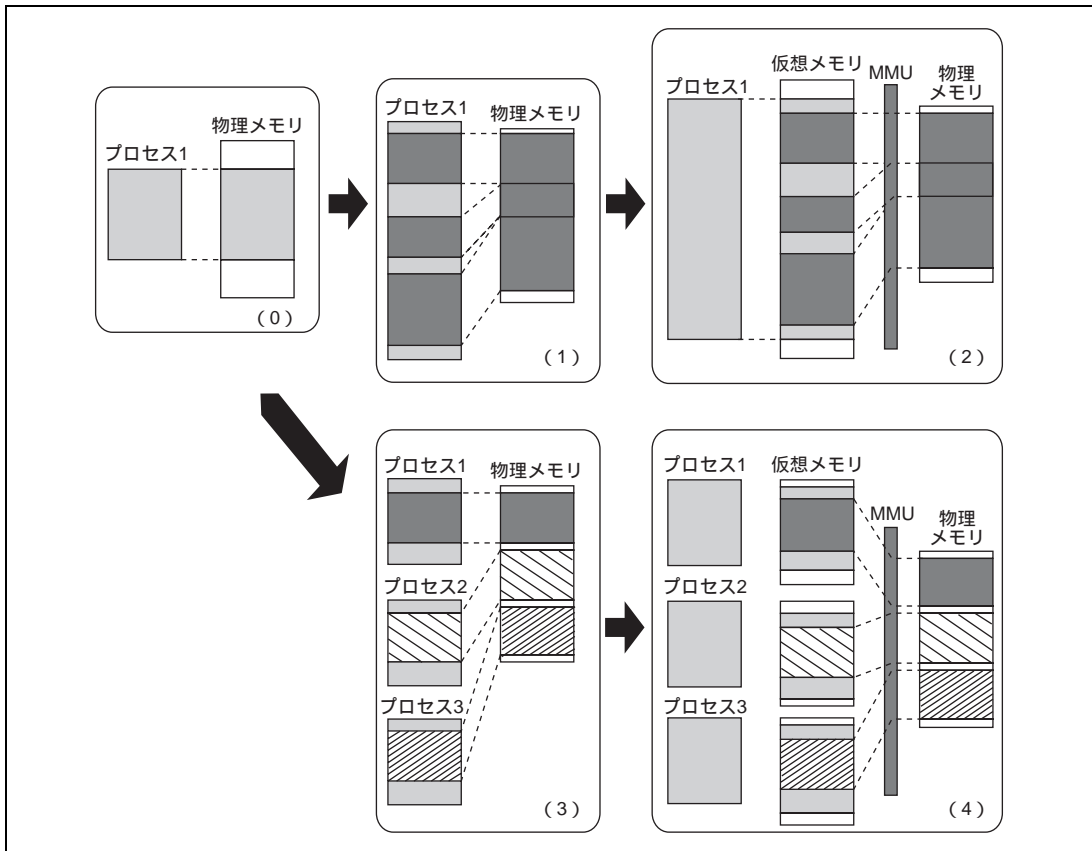

図 7.1 MMU の役割
MMU とは物理メモリを有効に利用するために考え出された機能です。図 7.1 (0) に示すように、プロセスのサイズが物理メモリより少ない場合、プロセスのすべてを物理メモリへマッピングすることが可能です。しかしプロセスのサイズが増大し、物理メモリに収まらない場合、プロセスを分割して実行に必要な部分を随時物理メモリへマッピングする必要が生じます (図 7.1 (1))。この物理メモリへのマッピングをプロセス自身が考えながら実行している場合は、プロセスにかかる負担が増大します。この負担を軽減するために物理メモリへのマッピングを一括して行おうとして生まれた考え方が仮想記憶方式です (図 7.1 (2))。仮想記憶方式では物理メモリに比べて十分に大きな仮想メモリを用意します。プロセスはこの仮想メモリにマッピングされます。このためプロセスは仮想メモリ上での動作だけを考慮していればよくなります。仮想メモリから物理メモリへのマッピングには、MMU が用いられます。通常、OS が MMU を管理しており、プロセスが必要とする仮想メモリを円滑に物理メモリへマッピングできるように物理メモリの入れ替えを行います。物理メモリの入れ替えは 2 次記憶などの間で行われます。
こうして生まれた仮想記憶方式は、複数のプロセスが同時に走行するタイムシェアリングシステム (TSS) の上で威力を発揮します (図 7.1 (3))。TSS 上で走行する複数のプロセスが、おのおの物理メモリへのマッピングを意識しながら動作していたのでは効率が上がりません。この効率を上げ、各プロセスの負担を減らすために仮想記憶方式は使われます (図 7.1 (4))。この仮想記憶方式ではプロセスごとに仮想メモリが割り当てられます。MMU は複数の仮想メモリを効率よく物理メモリへマッピングする働きをします。さらに、あるプロセスが別のプロセスの物理メモリに誤ってアクセスしないように、MMU には記憶保護の機能も備わっています。